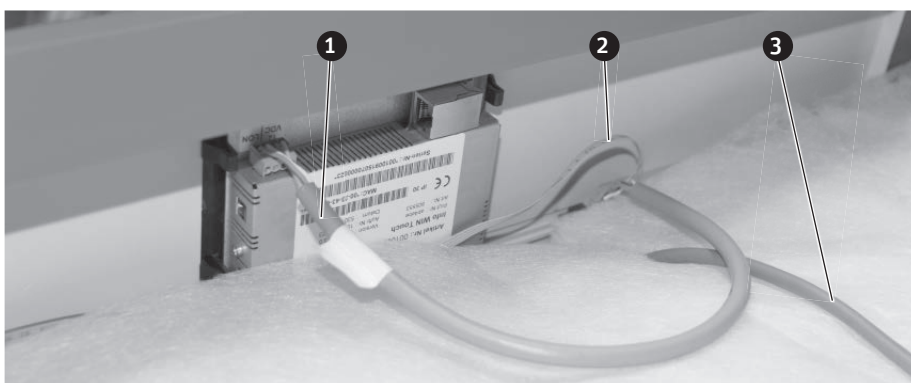

Fig. 87 Controllare il cavo ed eventualmente collegarlo
- Controllare il cavo a 4 poli dal quadro di comando alla barra LED e dalla barra LED a InfoWIN Touch, eventualmente collegare – Fig. 87.